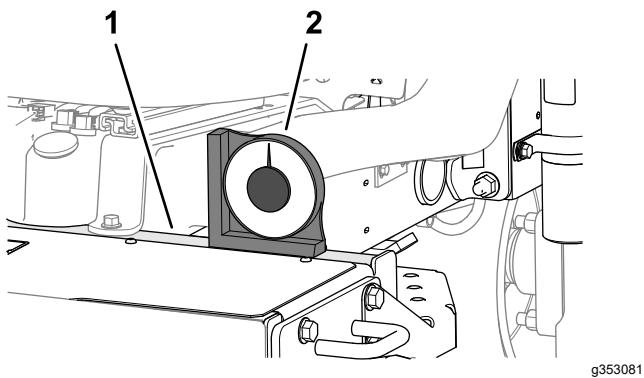

Figura 6
- Accertatevi che la macchina sia a livello, appoggiando il goniometro portatile (a corredo della macchina) sulla traversa del telaio, accanto al serbatoio del carburante (Figura 6).